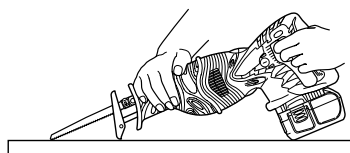
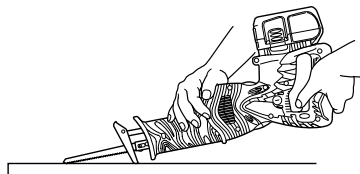

Fig. 25
Fig. 26
Con esta herramienta, podrá realizar cortes de cavidad en madera laminada y en tablas de material delgado. El corte de cavidad se puede realizar con toda facilidad con la hoja de sierra instalada en sentido inverso, tal como se observa en las Figs. 26, 28, y 30. Utilice una hoja de sierra lo más corta y gruesa posible. Para este fin, se recomienda la hoja BIMETÁLICA N° 132 mencionada en la página 75. Asegúrese de prestar atención durante la operación de corte y de proceder de la siguiente manera.
- (1) Presione la parte inferior (o la parte superior) de la base contra el material. Tire del gatillo mientras mantiene la punta de la hoja de sierra separada del material. (Fig. 25, Fig. 26)